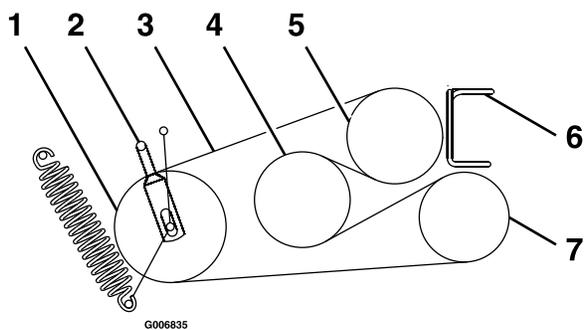

Рисунок 60
6. Ослабьте направляющие ремней **A** и **B** (Рисунок 60).
8. Наденьте на шкивы новые ремни, как показано на Рисунок 60.